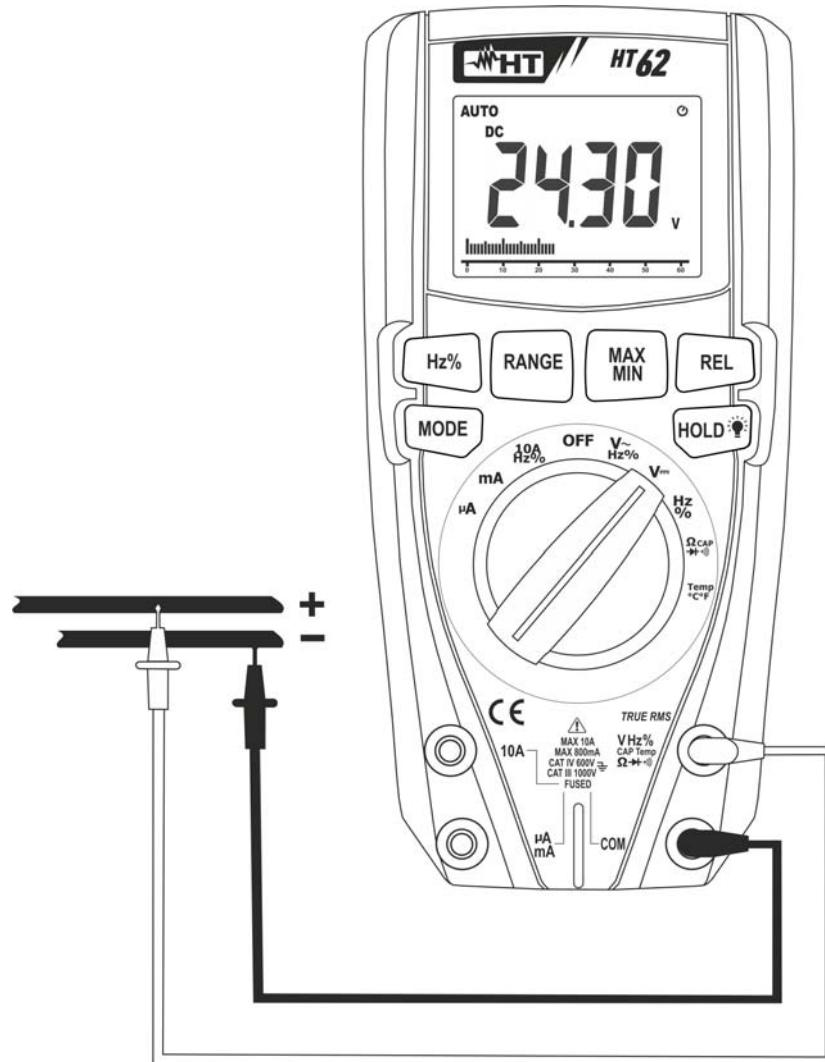

Fig. 2: Mesure de Tension DC
3. Positionner l'embout rouge et l'embout noir respectivement dans les points à potentiel positif et négatif du circuit sous test (voir la Fig. 2). La valeur de tension apparaît à l'écran
5. L'affichage du symbole « - » sur l'écran de l'instrument indique que la tension a une direction opposée par rapport à la connexion de Fig. 2.